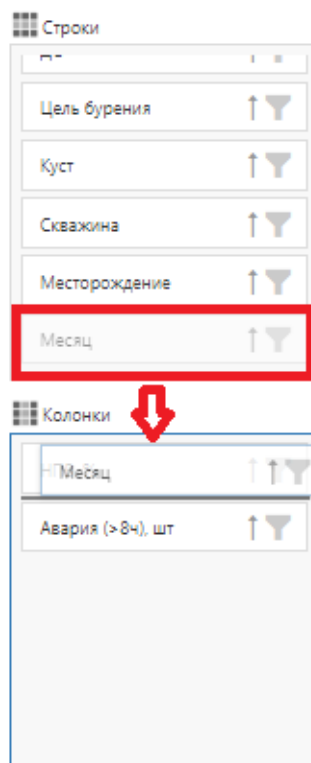

Рис. 3.53
- 4) Выбрать, какие поля будут строками в таблице, а какие - колонками. Для этого их нужно перетащить в соответствующую область (рис. 3.53).